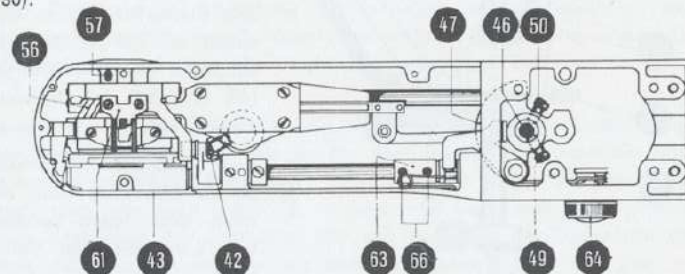

Abb. 30
Man löst die von links oben zugängliche, an der hintern Sockelwand befindliche Schraube (57), und schiebt die ganze Greiferbahn vor oder zurück, je nachdem der Nadelabstand zu gross oder zu klein ist. Nach richtiger Einstellung ziehe man die Schraube (57) wieder fest (Abb. 30).